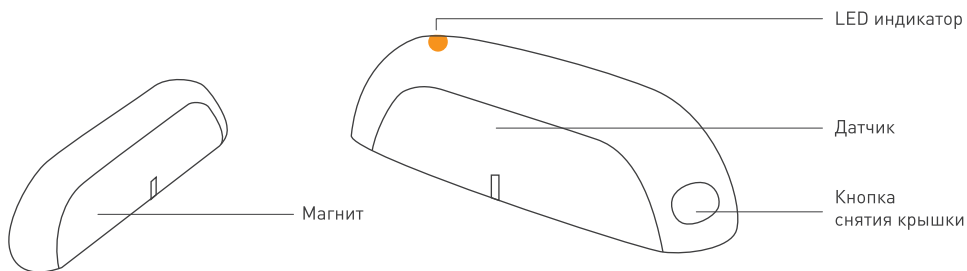

Рисунок 1. Внешний вид.
- 3.1. Извлеките датчик из упаковки и убедитесь в отсутствии механических повреждений (см. рисунок 1).
- Нажмите и отпустите три раза кнопку «Добавление/исключение», расположенную под верхней крышкой датчика (см. рисунок 1). При входе датчика в режим исключения LED-индикатор начинает мигать.